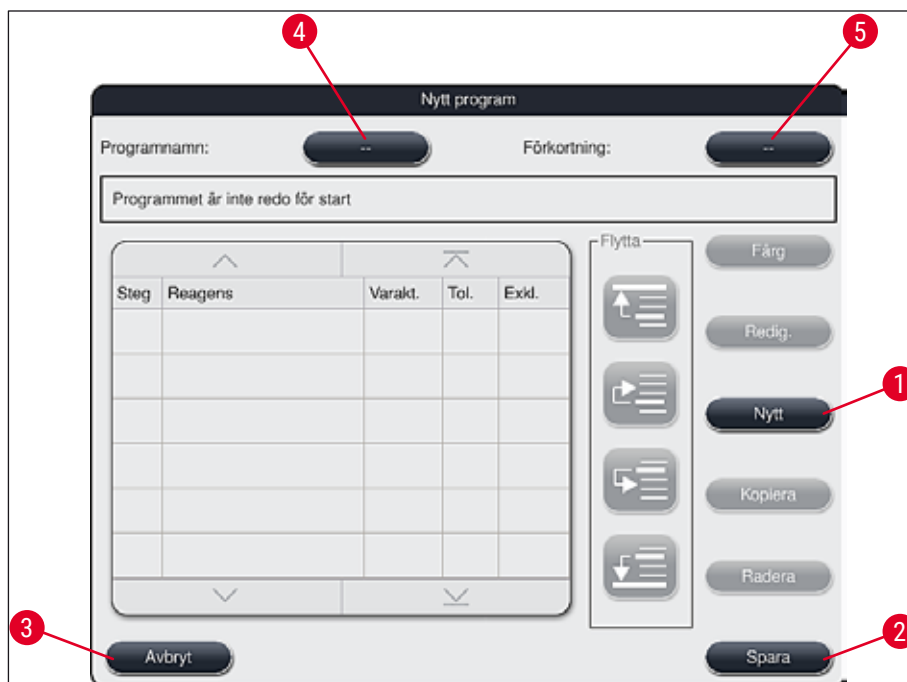

Bild 45
- Ett fönster för ett nytt program öppnas (→ "Bild 45").
- Ett inmatningsfönster öppnas (→ "Bild 45") där du kan skapa det nya programmet.